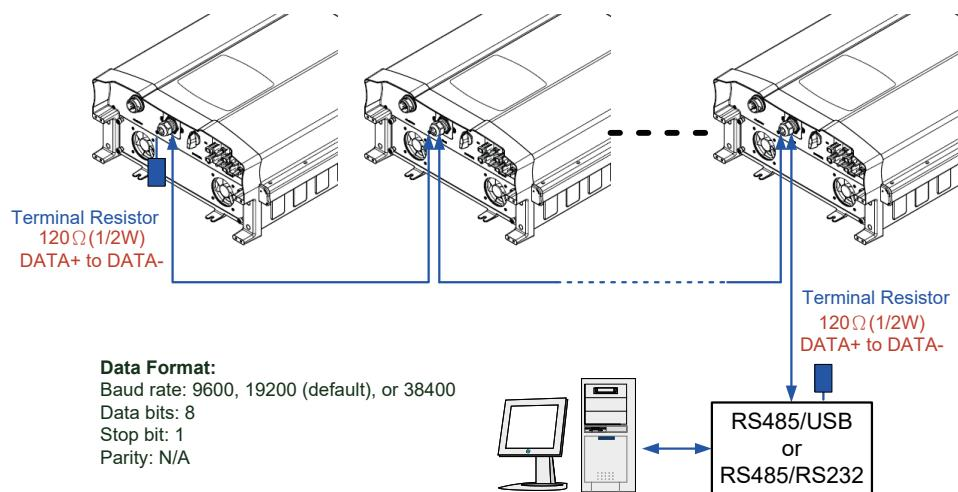

图4-7 多台逆变器串接通讯
- 当逆变器为多台串联时，安装者需将第一台与最后一台逆变器之终端电阻设置为ON，其余机子则为OFF。请参考图4-7。